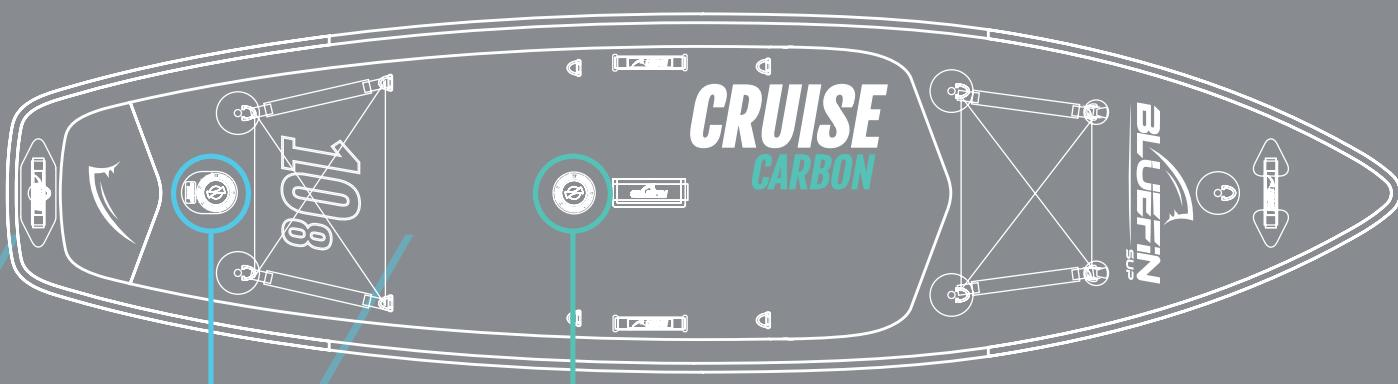

Figure 1.
- Ensuite, gonflez la valve de la chambre extérieure à la queue de la planche - **Figure 1** - au PSI recommandé noté autour de la valve. **Figure 3**